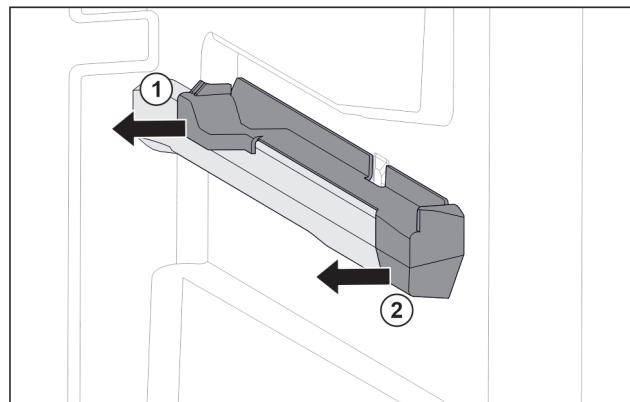

Fig. 73 Piesă de fixare pe nervura din dreapta a recipientului
- Scoateți piesa de fixare din spate în lateral. Fig. 73 (1)
- Scoateți piesa de fixare din față în lateral. Fig. 73 (2)